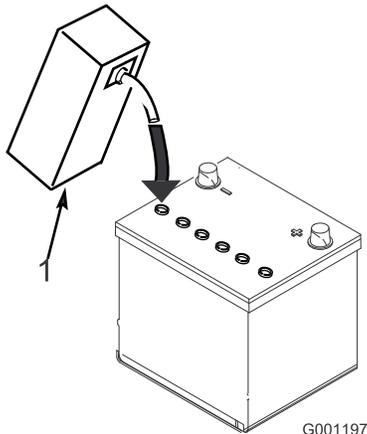

图6
3. 小心为每个电池注入电解液，直到电池极板被大约 6mm 的液体覆盖（图6）。
4. 等待约 20 至 30 分钟，以便电解液渗透到极板内。必要时加注电解液，使电解液保持在加注井底部约 6mm 范围内（图6）。